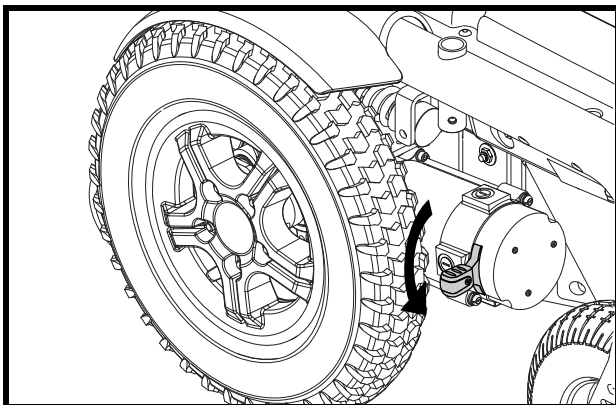

Figure 9. Mode «roues libres» (débrayé) - Moteur Hammer
Votre fauteuil motorisé est équipé de leviers pour le débrayage (roues libres), installés sur les moteurs. Dépendant du type de moteur qui équipe votre fauteuil, vous trouverez un ou deux leviers d'embrayage. **Voir les figures 9, 10, 11, et 12.** Ces leviers vous permettent de débrayer les moteurs et de manœuvrer le fauteuil manuellement. Vous pouvez pousser le fauteuil manuellement par le dossier ou en poussant la base elle-même si le siège est enlevé.
1. Poussez les deux leviers vers le bas pour débrayer le fauteuil et passer au neutre (moteurs désengagés). **Voir la figure 9 ou 11.**